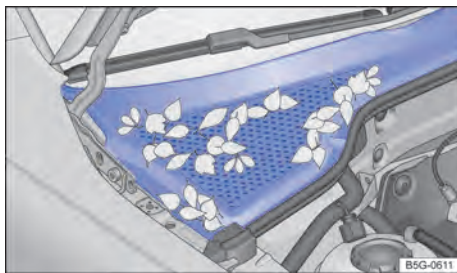

Fig. 189 Entre el compartimento del motor y el parabrisas: caja de agua (representación esquemática).
- La caja de aguas está ubicada en el compartimento del motor, entre el parabrisas y el motor, y bajo una cubierta perforada → fig. 189. El aire ambiente es aspirado de la caja de aguas al interior del vehículo por medio del sistema de calefacción y ventilación o del aire acondicionado.